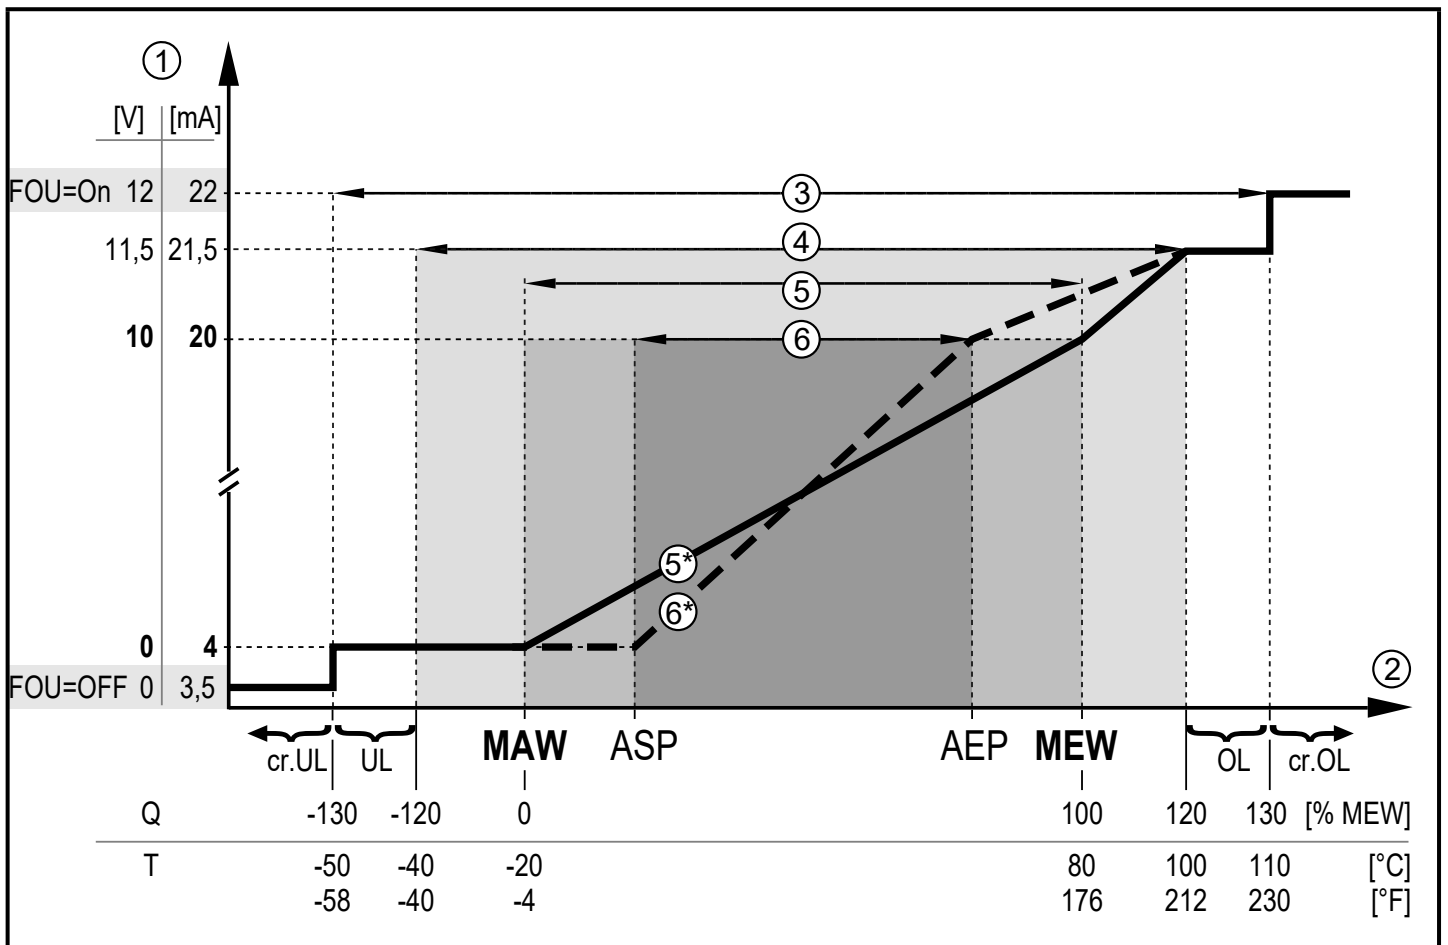

图 1：根据 IEC 60947-5-7 标准的模拟输出特性。
- 如果测量值超出测量范围或发生内部错误时,将提供图 1 中指示的电流或电压信号。